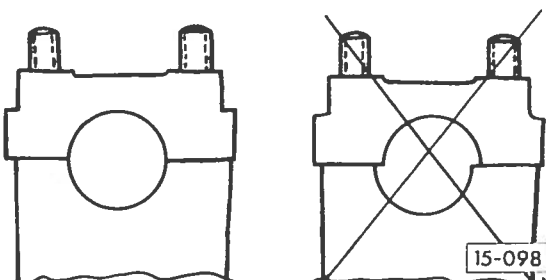

Fig. 3 Position de montage des chapeaux de palier d'arbre à cames
- Faire attention à la position excentrée de l'alésage — fig. 3